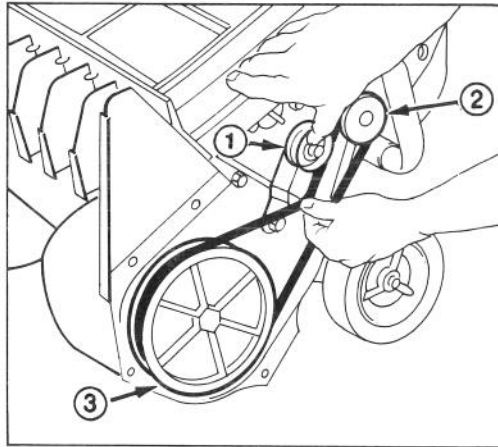

Abb. 9
3. ENTFERNEN DES RIEMENS (Abb. 9) — Die Spannrolle etwas hochziehen und gleichzeitig den Riemen herausziehen. Die Spannrolle langsam sich lösen lassen, sobald sie beim Riemen vorbeigleiten kann. **DIE SPANNROLLE NICHT ZURÜCKSCHNAPPEN LASSEN.** Den Antriebsriemen von den Rotor- und Motorriemenscheiben abnehmen.